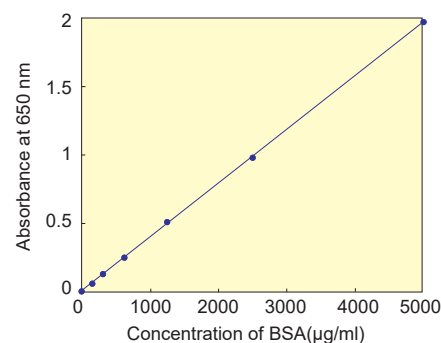

Fig.4 Standard BSA solution で作成した検量線の例 (マイクロプレート法)
- 8) 横軸に BSA の濃度を取り、BSA 希釈溶液の吸光度から検量線を作成する (Fig.4)。